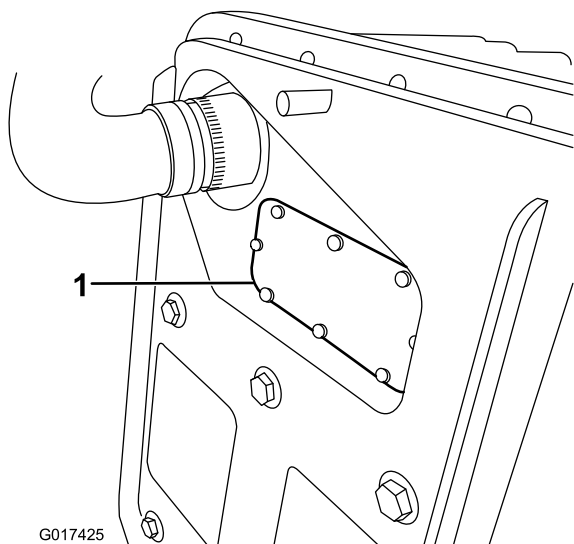

Figura 38
- B. Retire la tapa del fusible (Figura 38).